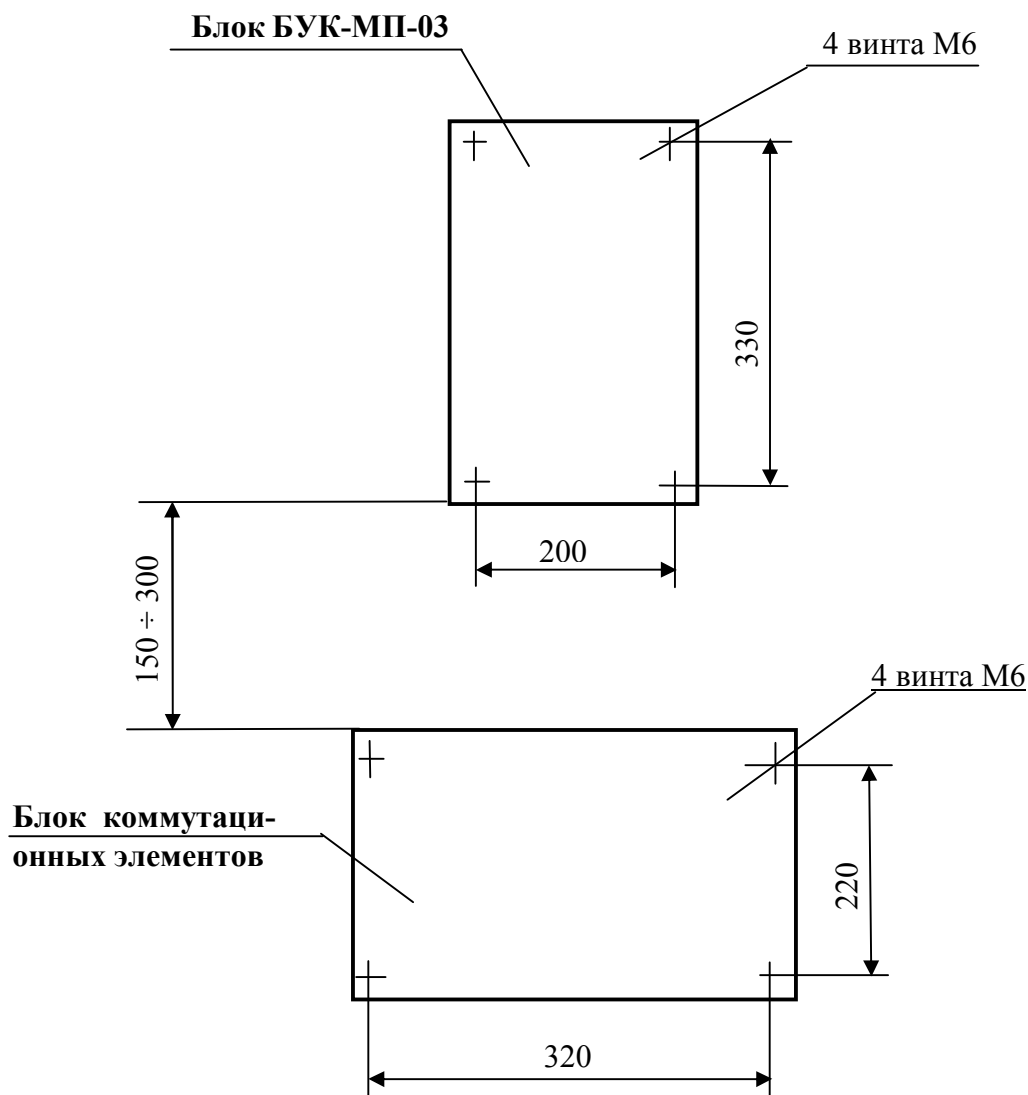

Рис. 1. Разметка под установку блока БУК-МП-03 и блока коммутационных элементов.
2.2.1. Блок БУК-МП-03 устанавливается на вертикальной плоскости (щите) на высоте 1500-1700 мм от уровня пола. Блок коммутационных элементов (для подключения внешнего монтажа) располагается на расстоянии 150 – 300 мм ниже блока (см. рис.1).